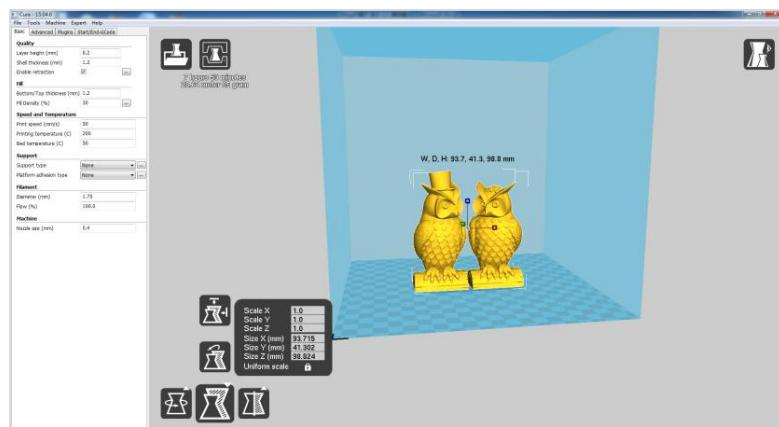

図 22
- (5) スケール：図22みてください。このアイコンをクリックするとこのようなメニューが現れ、モデルには小さな座標系が表示されます。これをマウスでドラッグしたり数値を直接入力することでモデルの縮小拡大が出来ます。メニュー内の“uniform”横の鍵マークをクリックするとX,Y,Zそれぞれ独立して縮小拡大が出来ます。